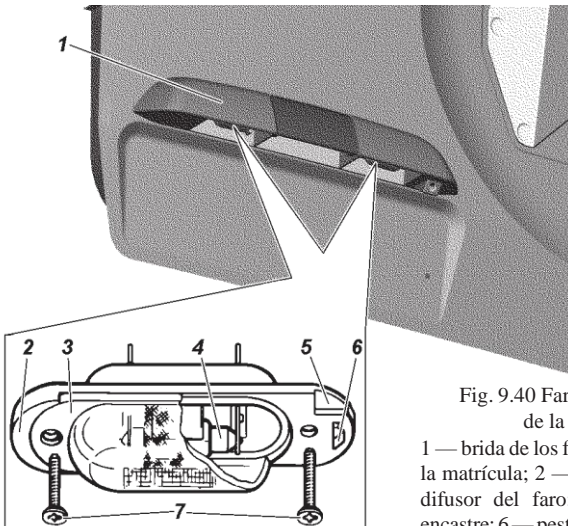

Fig. 9.40 Faros de iluminación de la matrícula:
1. Coloque el vehículo con gasolina y equipado, con presión normal en los neumáticos y el asiento del conductor cargado con 750 N (75 kgf) sobre una plataforma plana horizontal a una distancia de 5 m de la pantalla con marcado especial (fig. 9.40).
**Los faros de iluminación de la matrícula** están instalados en el tirador de la puerta trasera. Para reemplazar la bombilla desenrosque los tornillos 7 (fig. 9.40) y retire el faro. Introduzca el atornillador en la ranura 5 y presionando la perilla 6 retire el difusor 3.